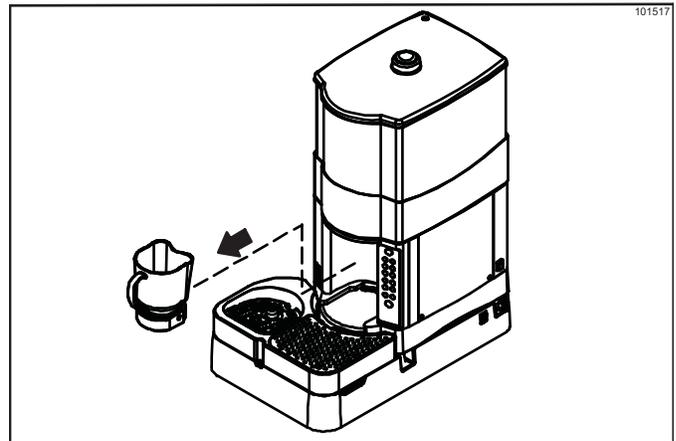

Figura 6-11
8. Retire la jarra de la mezcladora y deseche el hielo en el fregadero posterior. (Véase la figura 6-11).